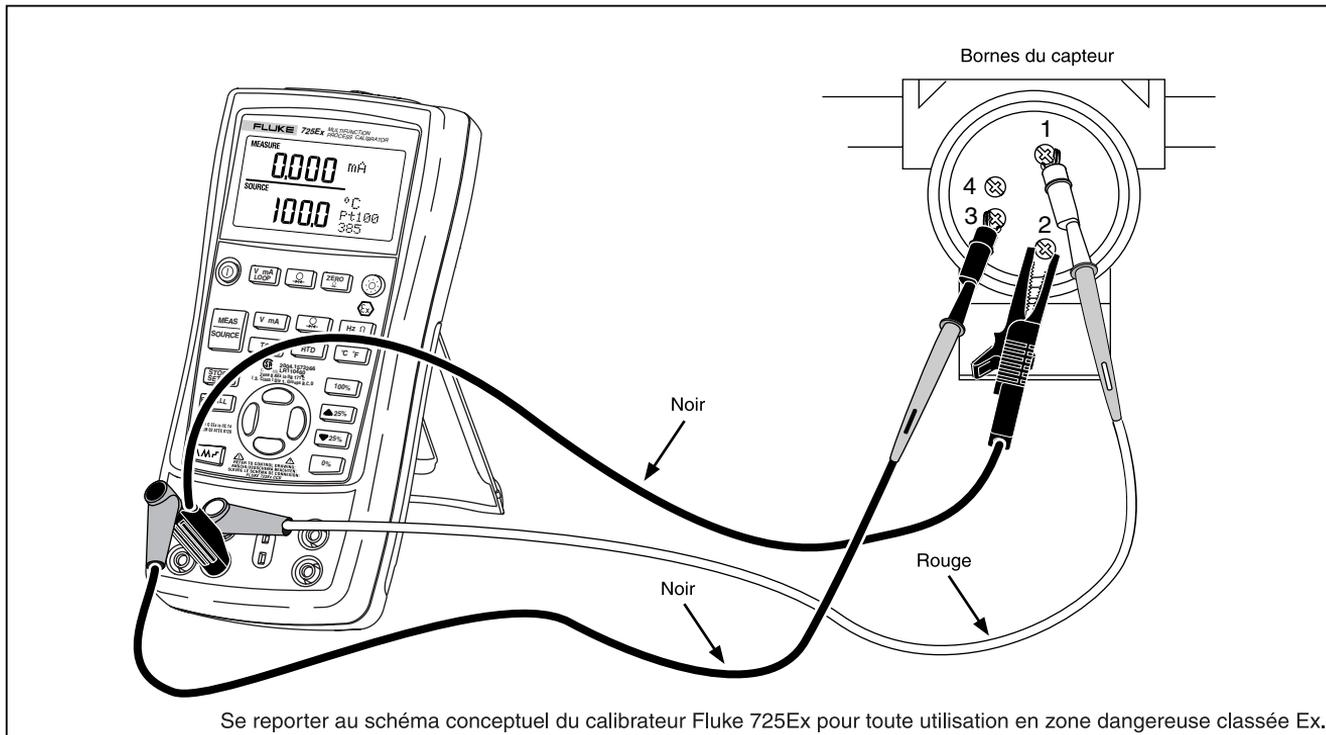

Figure 17. Branchements pour la simulation d'une sonde RTD à 3 fils
Raccordez le calibrateur à l'instrument contrôlé conformément à la figure 17. Procédez de la façon suivante pour simuler un RTD :
*N'utilisez les bornes 3W et 4W que pour la mesure, et non pour la simulation. Le calibrateur simule une sonde RTD 2 fils sur sa face avant. Pour un raccordement à un transmetteur 3 ou 4 fils, utilisez les cordons empilables pour disposer de fils supplémentaires. Voir la figure 17.*